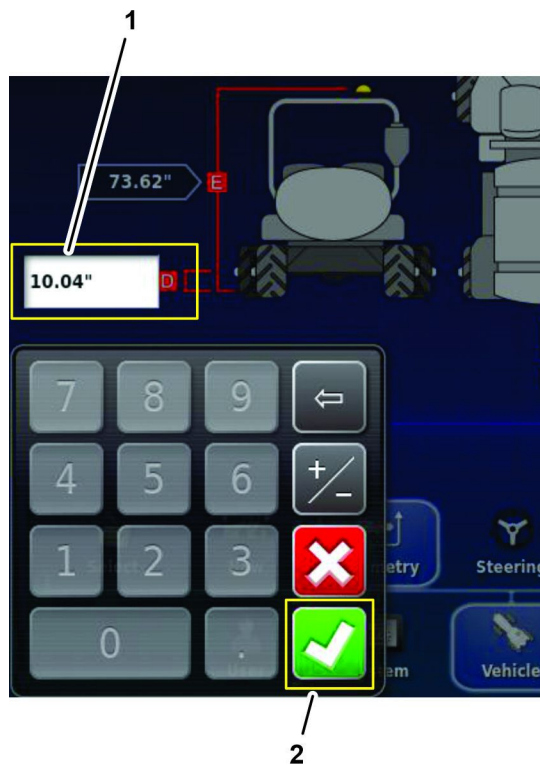

Рисунок 192
1. Значок расстояния между осевой линией заднего моста и землей (D)
4. Нажмите на значок расстояния между осевой линией заднего моста и землей (D), с помощью клавиатуры на экране введите результат измерения, записанный в таблице геометрических характеристик машины в разделе Измерение геометрических характеристик машины \(страница 91\), и нажмите на значок подтверждения (Рисунок 192).